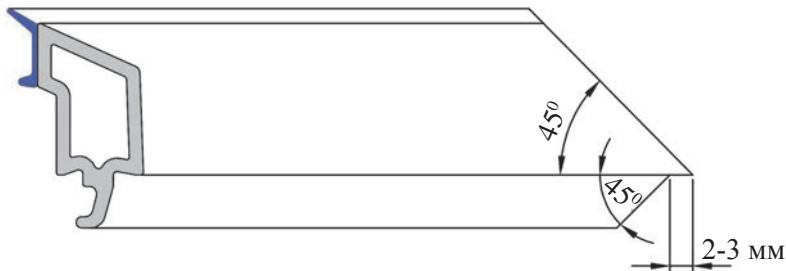

Рис. 11
1. Штапик, с любым видом уплотнения, режется на специальной пиле. Как правило, штапик режется под углом 45° (рис. 11). Ножка штапика подрезается под углом 45° в обратном направлении. Рекомендуется применять пилы с подрезным диском, дополнительно срезающим ножку на 2–3 мм от края.